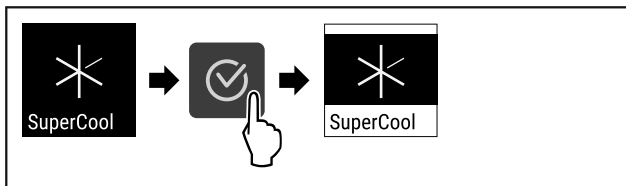

Fig. 73
- ▶ Провести етапи операцій (див. Fig. 73).